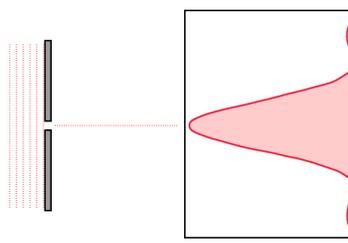

Figura 2
- Para el análisis, ajuste (vea el apéndice) el corte transversal (ver figura 2) a una función analítica usando el programa Excel. Busque en la literatura la función más apropiada. Deduzca el tamaño de la abertura del “pinhole”. Determine el error de la medición.